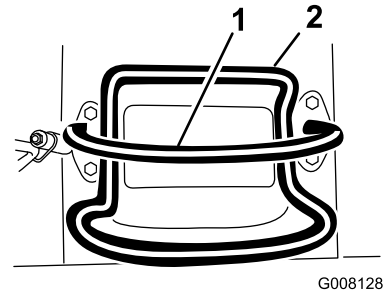
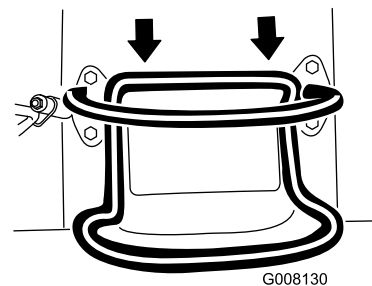

Bild 7
Bild 9
- Bewegen Sie den Fahrtriebshebel nach hinten, um rückwärts zu fahren (Bild 9). **Schauen Sie beim Rückwärtsfahren nach hinten und achten Sie auf Hindernisse, fassen Sie den Anschlagbügel mit den Händen an (Bild 7).**
- Lassen Sie zum Anhalten den Fahrtriabshebel los (Bild 7).